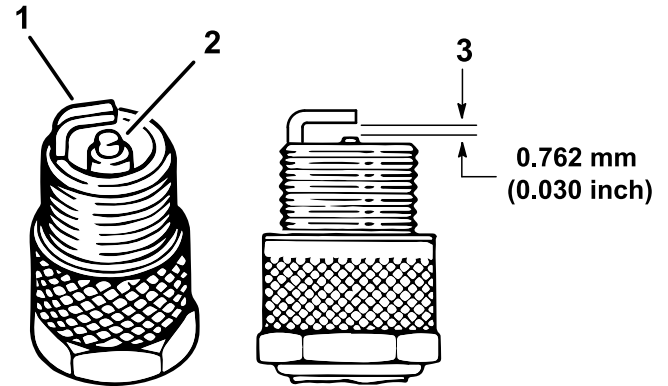

Figura 41
4. Compruebe el estado del electrodo lateral, el electrodo central y el aislamiento del electrodo central para verificar que no están dañados (Figura 41).
5. Ajuste la distancia entre los electrodos central y lateral a 0,76 mm, tal y como se muestra en la Figura 41.